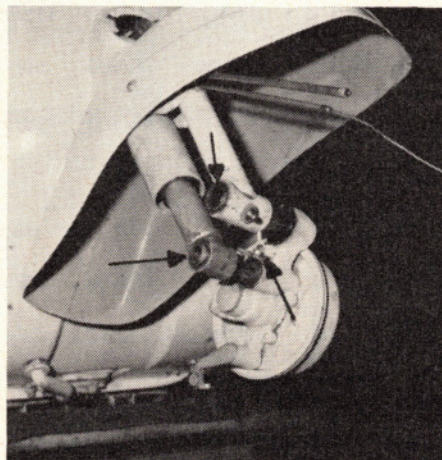

Bild 13: Herausziehen der Bolzen aus der Radaufhängung entsprechend Bild 12.
7. Nabe komplett mit Lagerbolzen herausziehen (s. Bild 13).